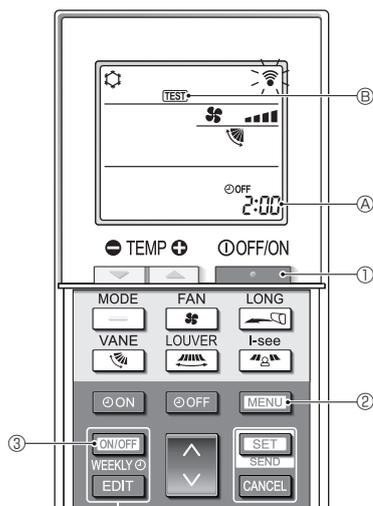
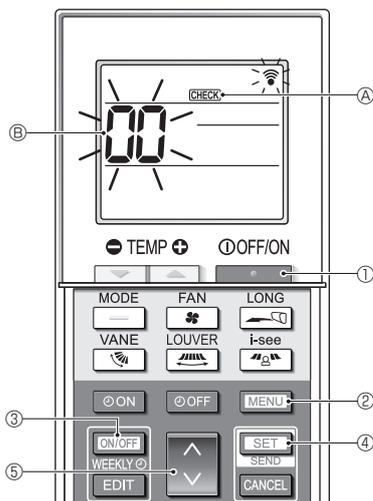

Fig. 7-5
Fig. 7-6
■ Prueba de funcionamiento (Fig. 7-5)
- Pulse el botón **ON/OFF** ① para detener el acondicionador de aire.
- Si el temporizador semanal está activado (se muestra **WEEKLY**), pulse el botón **ON/OFF WEEKLY** ③ para desactivarlo (no se muestra **WEEKLY**).
- Pulse el botón **MENU** ② durante 5 segundos.
- Pulse el botón **MENU** ②.
- Se muestra **TEST** ⑥ y la unidad entra en el modo de prueba de funcionamiento.
- Pulse el botón **ON/OFF** ① para detener la prueba de funcionamiento.
■ Autocomprobación (Fig. 7-6)
- Se muestra **CHECK** ④ y la unidad entra en el modo de autocomprobación.
- Pulse el botón **MODE** ⑤ para seleccionar la dirección del refrigerante (dirección M-NET) ⑥ de la unidad interior para la que desea realizar la autocomprobación.
- Pulse el botón **SET** ④.
- Pulse el botón **ON/OFF** ①.
- CHECK** ④ y la dirección del refrigerante (dirección M-NET) ⑥ se apagan y se completa la autocomprobación.